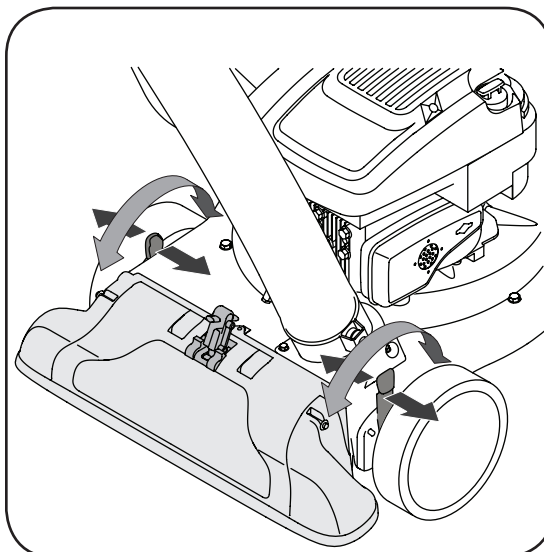

Figura 4-7
1. Oprima la palanca de ajuste de la altura del pico hacia la rueda. Vea la figura 4-7.